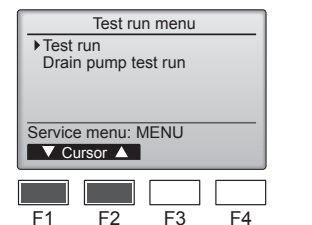

Fig. 7-2
- 2 Seleccione "Test run" (Modo prueba) desde el menú Modo prueba, y pulse el botón [SELECT/HOLD]. (Fig. 7-2)